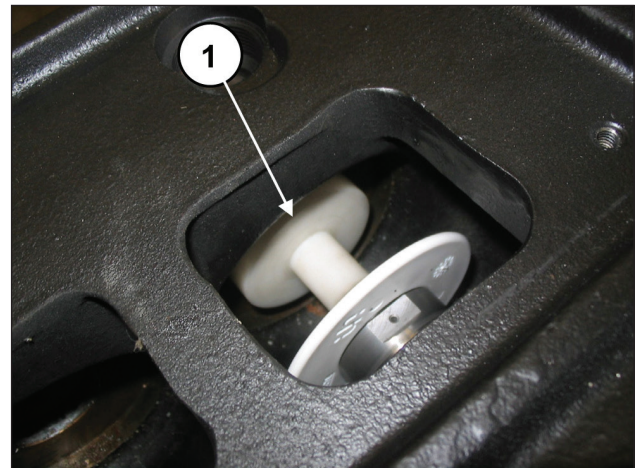

Abb. 123
Drehen Sie die Welle von Hand so, dass die 3 Kolben an ihren oberen Totpunkt bewegt werden. Setzen Sie den Dorn Art. 27516600 zwischen Kolbenführung und Kolben ein (Pos. ①, Abb. 123).